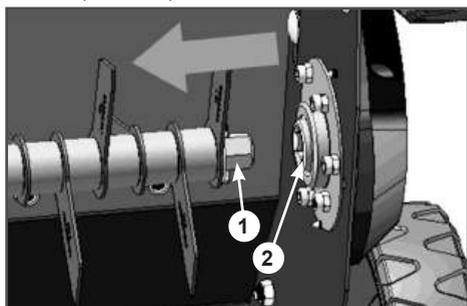

Рис. 28. Снятие рабочего валика
- Потяните рабочий валик в сторону и выведите шестигранный вал 1 рабочего валика из зацепления с шестигранным переходником 2 вала привода (Рис. 28).